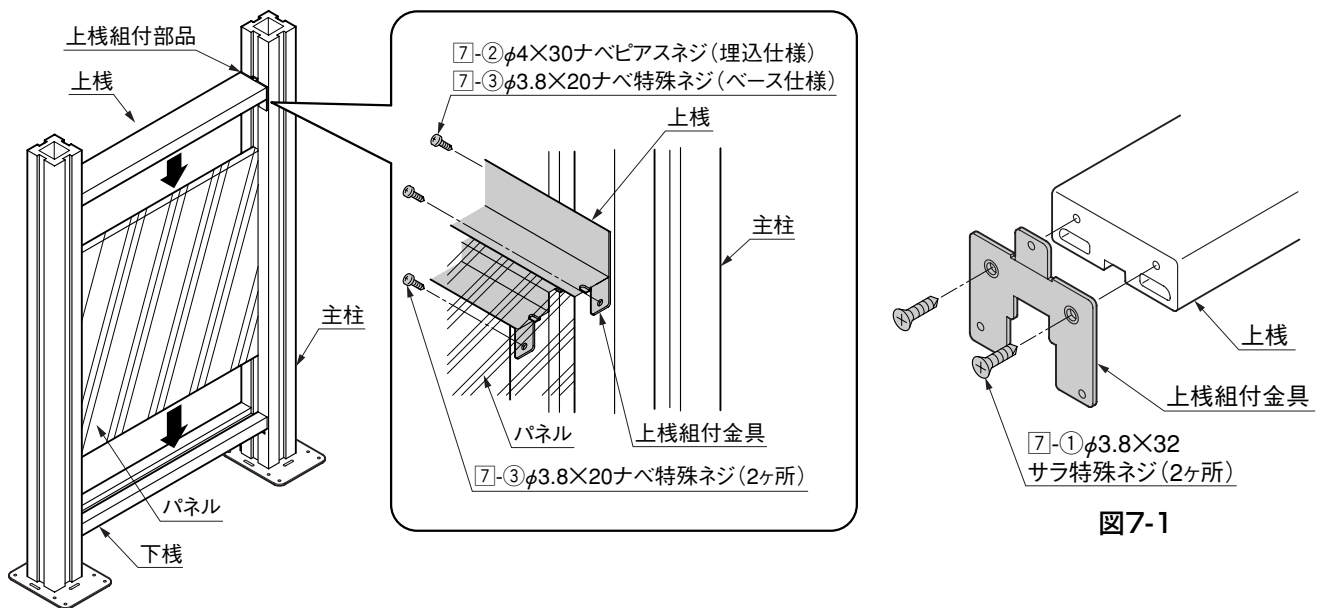

図7-1
- ① 上棧に上棧組付金具を[7]-①で固定してください。(図7-1参照)
- ② 柱と下棧の溝にパネルを挿入した後、上棧の溝をパネルに合わせて組付位置を決めてください。
- ③ ベース柱の場合、片側3ヶ所のネジ位置すべてにφ2.5の下孔をあけ、[7]-③で固定してください。
- ④ 埋込柱の場合は、柱溝部のネジ位置のみφ4.5の下孔をあけ、[7]-②で固定してください。他はベース柱と同様です。